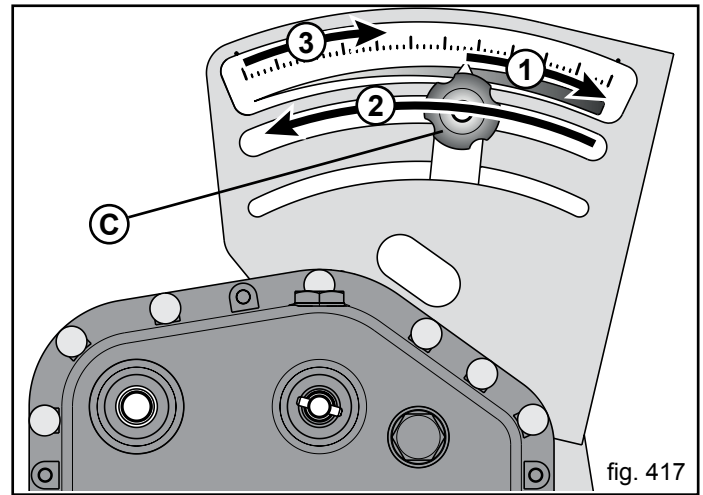

fig. 417
- 5) Lossa på den fästskruv som sitter på växels inställning (C, Fig. 417), för sedan spaken till fullt skalutslag «50» (1), för tillbaks den till «0» (noll) (2) och placera den sedan vid identifierat värde (3) (i funktion av den produkt som ska spridas), genom att verka på reglerknoppen. Fäst fästskruven för växels inställning igen.